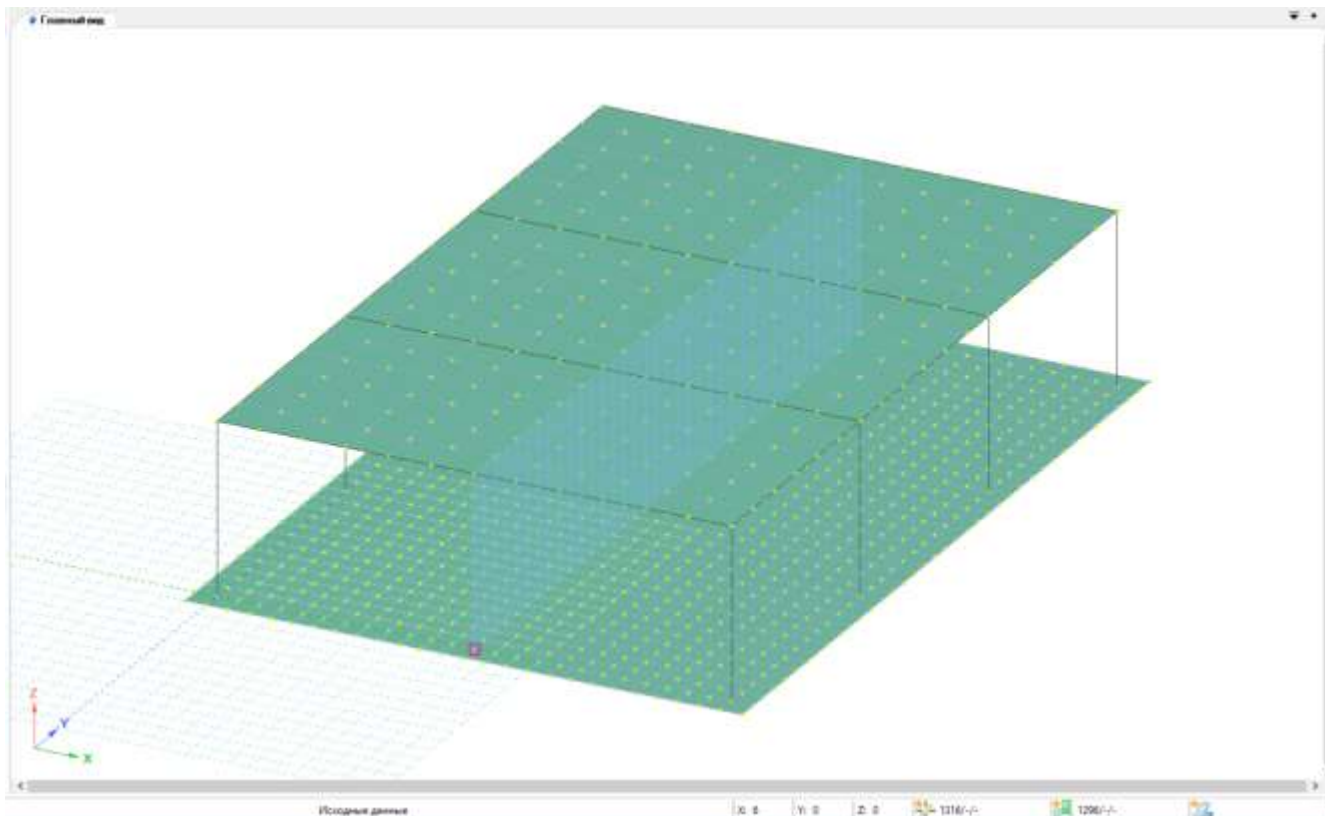

Рис. 3.7 Positionирование диафрагмы в окне «Главного вида»
- Позиционируйте фрагмент в окне «Главного вида» (Рис. 3.7);